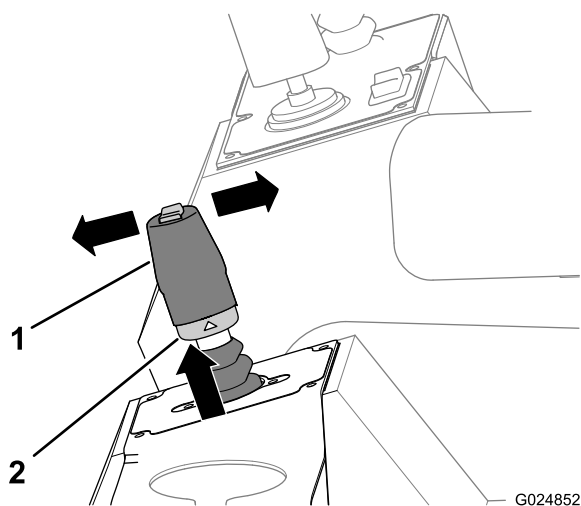

Figura 42
2. Sollevare l'anello di bloccaggio che si trova in fondo all'impugnatura del joystick (Figura 42).
- Spostate la leva in avanti (verso la parte frontale della macchina) per far procedere la macchina in avanti (Figura 42).
- Spostate la leva all'indietro (verso la parte posteriore della macchina) per far procedere la macchina in retromarcia (Figura 42).
4. Rilasciate l'anello di bloccaggio e la leva (Figura 42).
5. Per arrestare la macchina, riportate la leva di comando in folle (Figura 42).